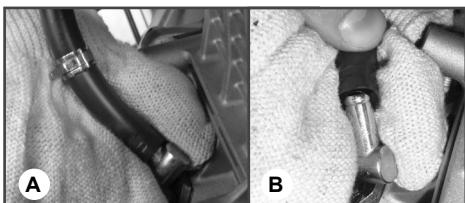

Рис. 10 Снятие топливного шланга
- Опустите рычаг декомпрессора вниз, рычаг должен зафиксироваться в нижнем положении (он автоматически вернется в исходное положение после запуска, или когда вы снова потянете ручку стартера). Рычаг декомпрессора расположен на крышке клапанов двигателя (Рис.10).